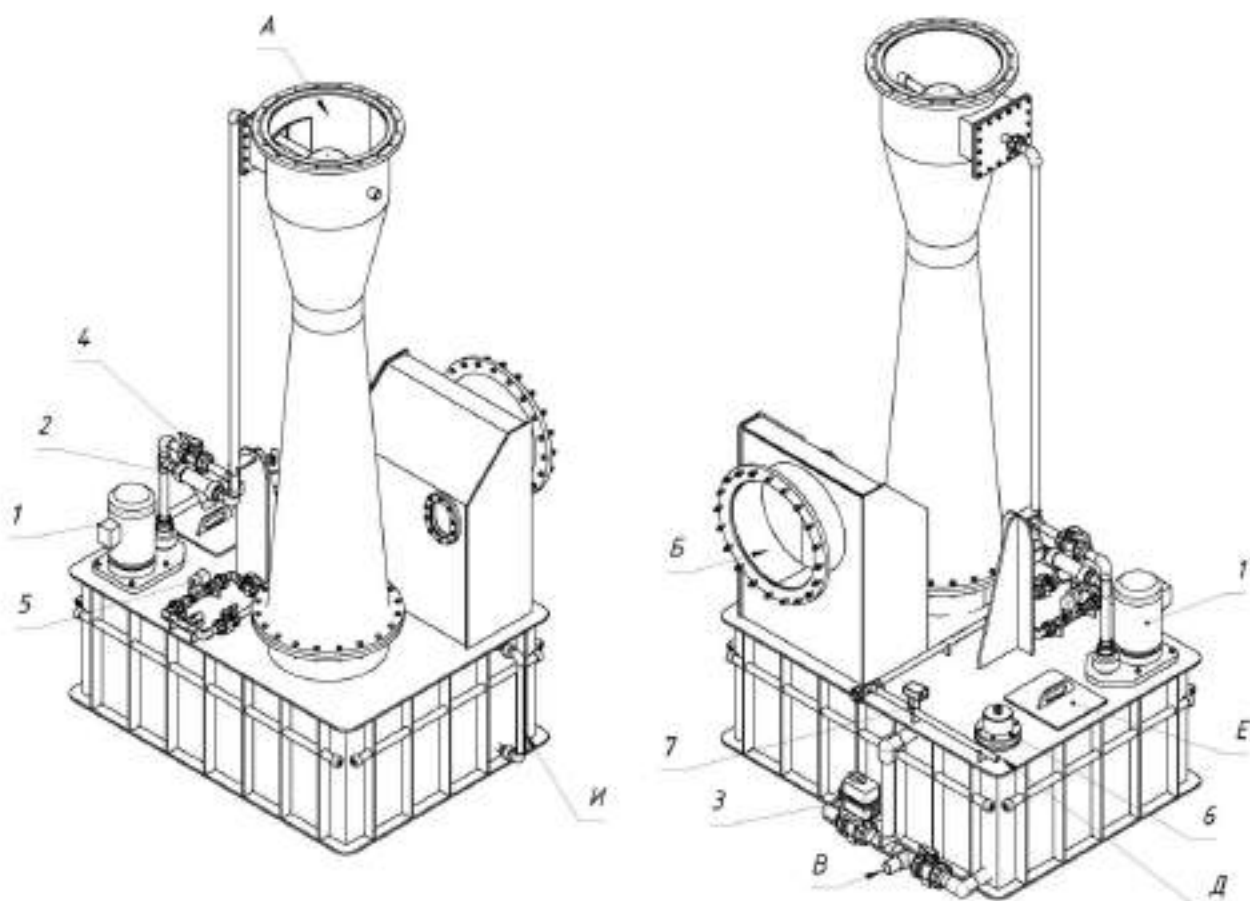

Рис. 1 Установка Вентури-450 ХИМВЕНТ.
4.2 Присоединить трубу Вентури к буферной ёмкости, как показано на рис.1, с помощью метизов (Болт, две шайбы, гайка)
7.1 Установка поставляется в разобранном виде и состоит из двух частей: буферная ёмкость и труба Вентури. Рис.1